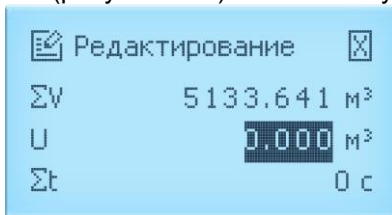

Рисунок 2.17 – Окно «Редактирование»
2.4.7.3 Если пароль набран правильно, то на индикаторе появится сообщение «Выполнено! Нажмите кнопку» (рисунок 2.11). Для перехода к окну «Редактирование» (рисунок 2.17) нажать любую кнопку.
Для возврата к окну «Редактирование» (рисунок 2.17) без сохранения изменений:
2.4.7.6 Для возврата к экрану №5 «Счетчики» в окне «Редактирование» (рисунок 2.17):